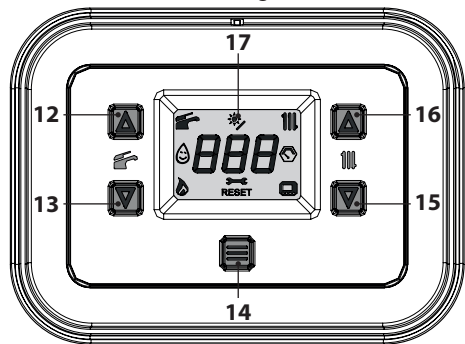
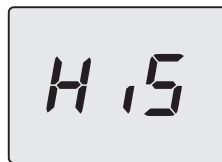
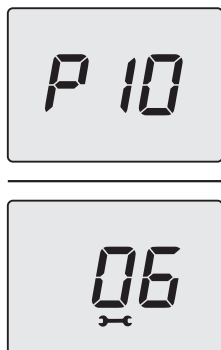

Figura 5.45
Figura 5.46
Figura 5.49
- Entrare in "modalità programmazione" premendo contemporaneamente per 5 secondi i tasti 13 e 15 (Figura 5.45) fino a far apparire sul display LCD le lettere **HiS** che indicano il menu "Storico delle caldaia" (Figura 5.46).
- Premere per 1 sec. il tasto 14 (Figura 5.45) per entrare nel parametro selezionato. Il display visualizzerà quanto segue (6=60 secondi) (Figura 5.49).
- Premendo il tasto 14 (Figura 5.45) si ottiene la conferma del valore inserito. Il display visualizzerà per 5 sec. quanto segue (Figura 5.50) poi, si porterà al livello superiore.
- Premendo contemporaneamente i tasti 13 e 15 (Figura 5.45) si esce senza modificare il valore (ritorno al livello precedente).
- tenere premuti contemporaneamente i tasti 13 e 15 per 5 sec. (Figura 5.45) (ritorno al livello precedente).